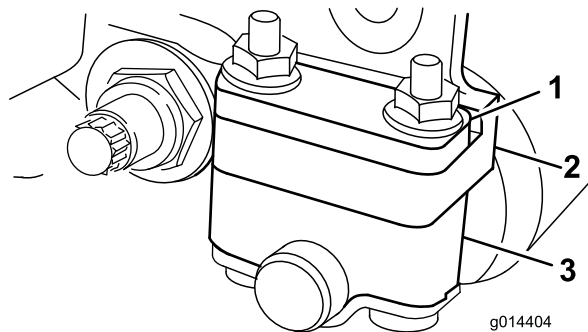
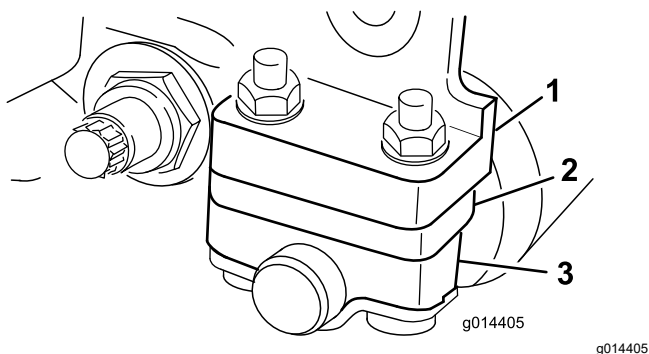

図 10
図 11
使用する刈高によって、後ローラブラケットの取り付け位置を低位置または高位置 図 10 または 図 11 から選択する必要があります。
- 刈高 1.5-6 mm の場合 図 10 のように、スペーサをサイドプレート取り付けフランジの上にセット出荷時の設定する。
- 刈高範囲が 3-25 mm の場合は、図 11 のように、スペーサを取り付けフランジの下にセットする。
4. 必要に応じて、スペーサを、ローラブラケットの上または下に入れてねじを通す(図 10または図 11)。